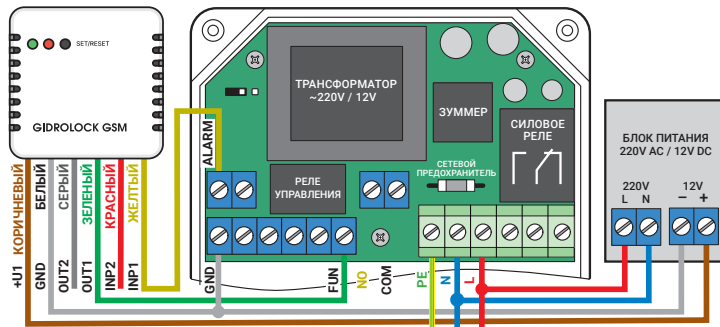

Рис. 10. Схема подключения GSM-модема GIDROLOCK с внешним блоком питания 12 В.
6.8. Рис. 10. Схема подключения GSM-модема GIDROLOCK с внешним блоком питания 12 В. Сигнал аварии **ALARM** с блока управления подается на вход **INP1** GSM-модема GIDROLOCK для SMS оповещения об аварийной ситуации (протечка воды).